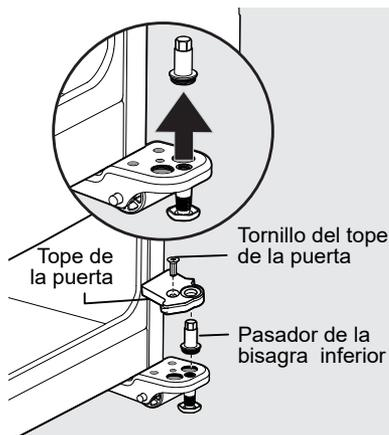

figura 4
- Quite el tornillo del tope de la puerta. Con un destornillador de cabeza plana, haga palanca con cuidado y saque el sistema de cierre del pasador de la bisagra inferior. Extraiga el pasador con la llave inglesa, (consulte la figura 4).